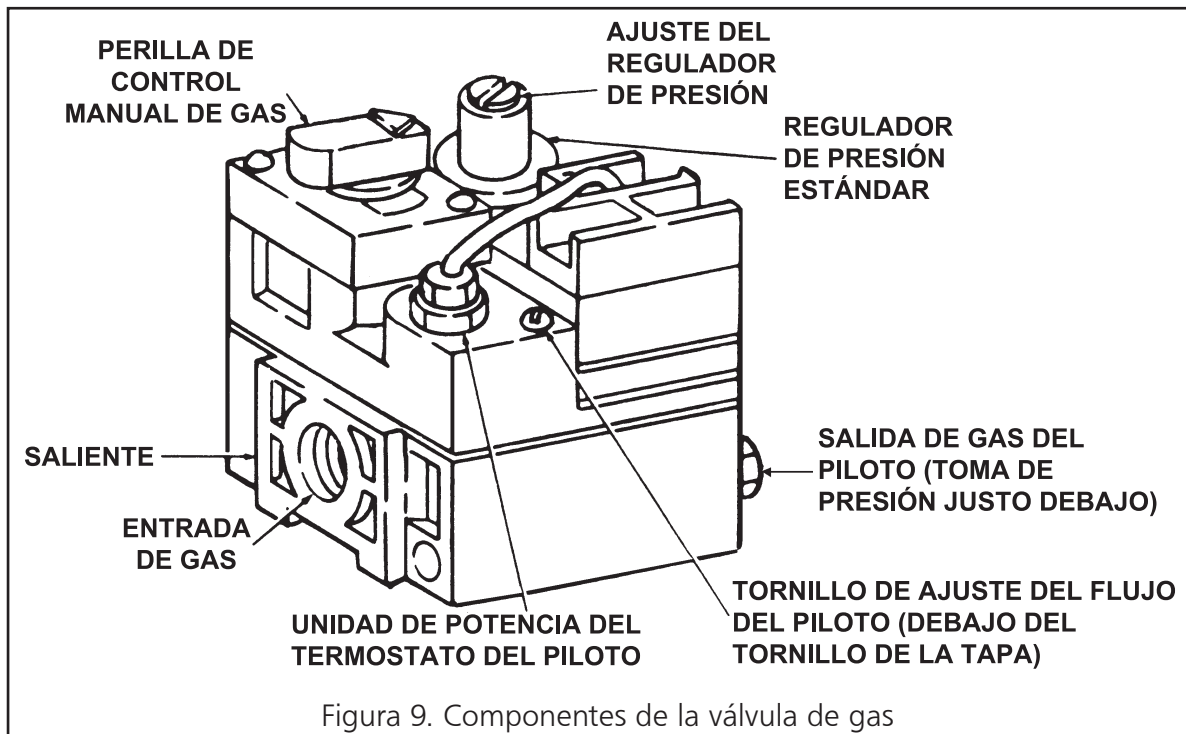

Figura 9. Componentes de la válvula de gas
- C. Si la perilla de control manual de gas que se encuentra en la válvula de gas no está en posición de apagado, oprímala parcialmente y rótelas hasta la posición OFF. Consulte la Figura 9.